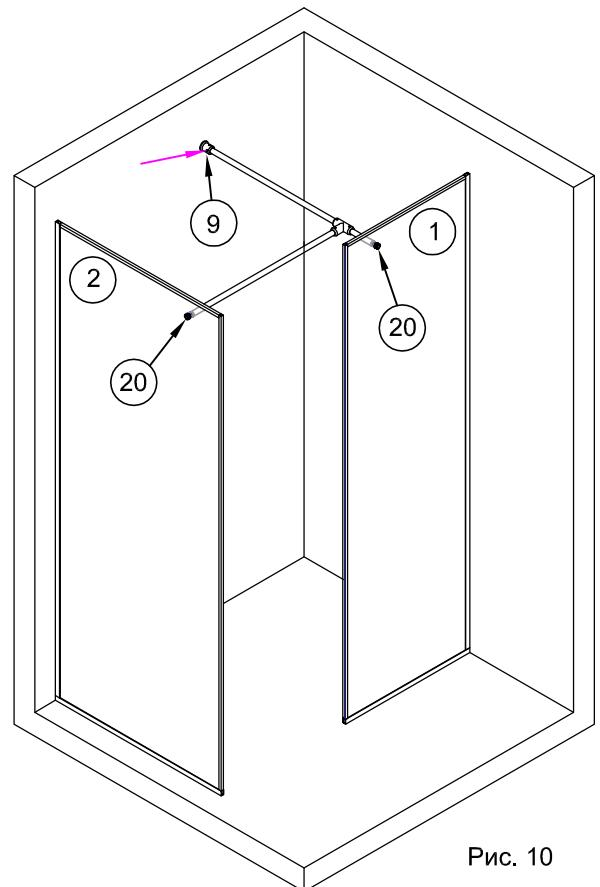

Рис. 10
5.6. Собранную штангу вставить выступающими концами шпилек в отверстия панелей. Другой конец штанги завести в держатель штанга-стена №9. Снаружи на шпильки одеть вторые прокладки №19 и зафиксировать штанги на стеклах заглушками №20 (рис.10).
Выровнять вертикальное положение стекол панелей. Зафиксировать положение штанги в креплении №9, закрутив винт на креплении шестигранным ключом (рис.10).